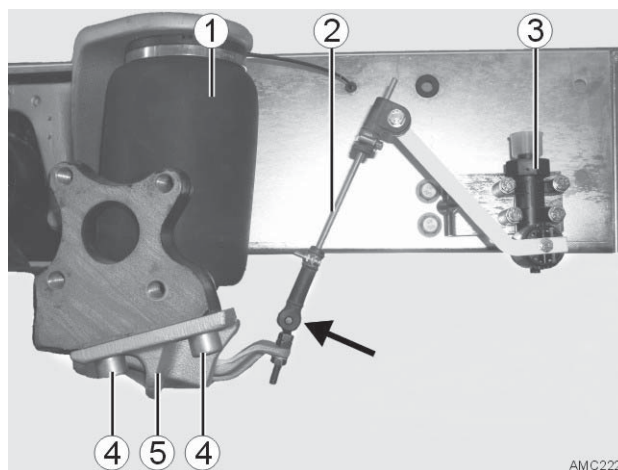

Bild 51
19. Luftfederbalg (Bild 51 - 1) gem. Kapitel 7.2 abbauen.
20. Gestänge (Bild 51 - 2) des Wegsensors Luftfederung (Bild 51 - 3) aushängen (Bild 51 - Pfeil).
21. Zwei Zylinderschrauben M16x1,5x30 (Bild 51 - 4) aus der unteren Federbalgkonsole (Bild 51 - 5) herauserschrauben.